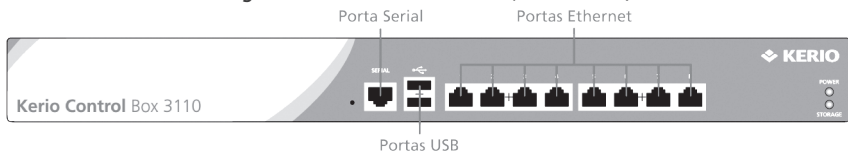

Figura 2 Kerio Control Box 3110 (vista frontal)
- Kerio Control Box Série 3000 — aparelho 1U que pode ser montado num rack – Figura 2).